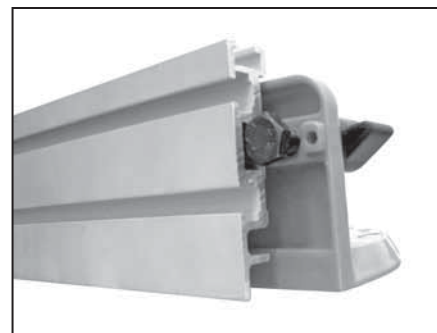

Figure 10
4. Faire glisser la face en aluminium en place à l'avant de la jauge en alignant la fente centrale avec la tête du boulon. Ensuite, les boutons en T peuvent être serrés pour fixer en place la face en aluminium. Figure 10.